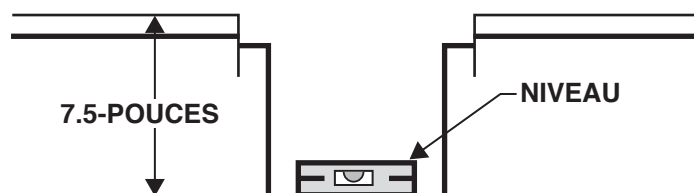

Figure 10B : Profondeur de montage du boîtier en U
6. Installez la boîte fabriquée de sorte que le bas à l'intérieur de la boîte soit à 7,5 po sous l'ouverture du plancher. Voir Figure 10B.
7. Utilisez un niveau pour vérifier que la boîte fabriquée est correctement installée. Voir Figure 10B.